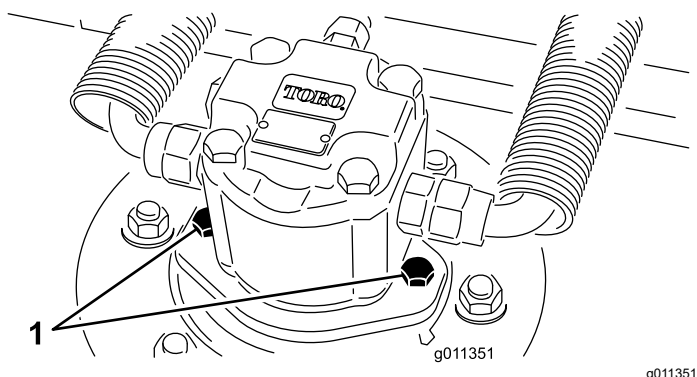

Figura 12
2. Desconecte y retire el motor hidráulico de la unidad de corte (Figura 12). Tape la parte superior del eje para evitar la contaminación.